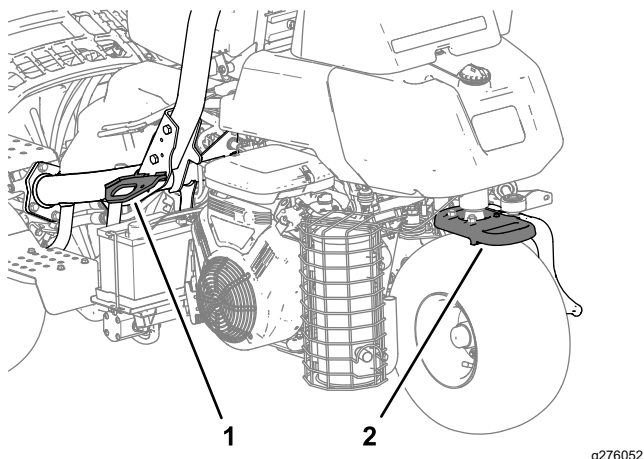

Figura 28
- Amarre la máquina firmemente con correas, cadenas, cables o cuerdas. Tanto las correas delanteras como las traseras deben orientarse hacia abajo y hacia fuera respecto a la máquina (Figura 28).